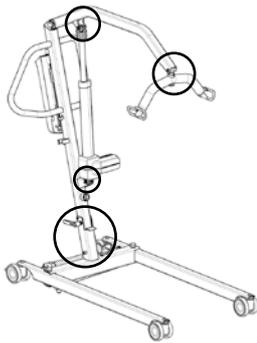

Abb. 2: Lokalisierung der Gefahrenbereiche für Einklemmungen/Quetschungen am SAMSOFTE ELITE 180
- !** Am Patientenslifter befinden sich an mehreren Stellen Quetschbereiche, an denen die Extremitäten des Körpers eingeklemmt werden können (Abb. 2).